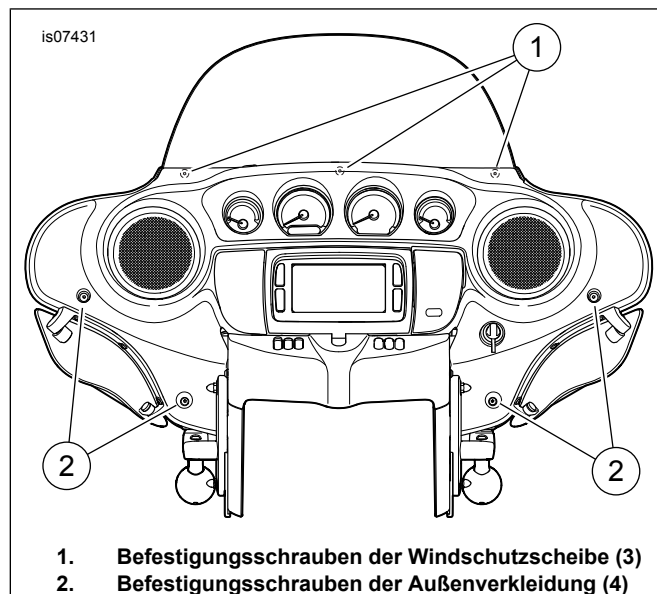

Abbildung 1. Verkleidungs-/Windschutzscheibenschrauben
1. Siehe Abbildung 1. Die drei Schrauben (1), mit denen die Windschutzscheibe an der Oberseite der Außenverkleidung befestigt ist, lockern aber **nicht entfernen**.
4. Die 3 Distanzstücke (2) aus dem Satz bereit legen.
- a. Siehe Abbildung 1. Die mittlere Verkleidungsschraube (1) entfernen.
- f. Das Verfahren für die verbleibenden beiden Schrauben (1) und Distanzstücke wiederholen.
6. Die vier Verkleidungsschrauben (2) auf ein Drehmoment von 2,3–3,4 N·m (20–30 **in-lbs**) anziehen.
7. Die drei Windschutzscheibenschrauben (1) auf ein Drehmoment von 2,8–3,4 N·m (25–30 **in-lbs**) anziehen.